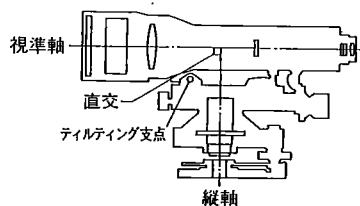

図5
これにより縦軸と望遠鏡の視軸とがほぼ直交したことになります。(図5)
3. 鉛直軸を鉛直に整準する事によって図5に示すような鉛直軸上にティルティング支点がないための誤差がなくなります。